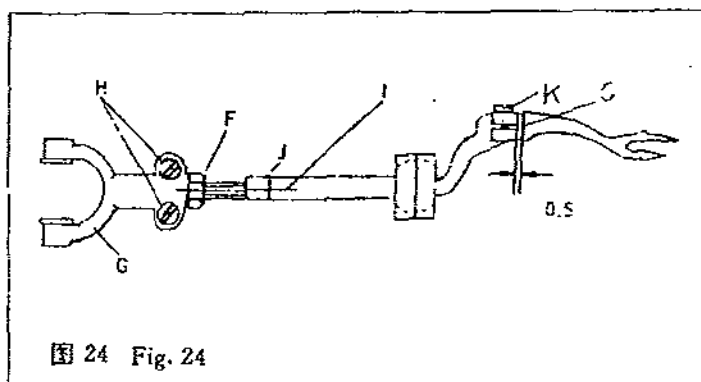

图 24 Fig. 24
②前后位置调整(图 24) 旋松钩线叉杆“I”后部调节螺母“F”和两只螺钉“H”,转动钩线叉杆一周,使钩线叉随之产生前后方向的位移来达到上述要求。
③经上述调整,前后位置尚未达到最佳状态,可旋松钩线叉紧固螺钉“K”,微量移动钩线叉的前后位置以达到最佳状态。微量调节时钩线叉杆前端面与钩线叉轴肩“C”之间间隙不大于 0.5 毫米。
(4) Positioning of location of thread hook
②The front and back position of thread hook (Fig. 24)